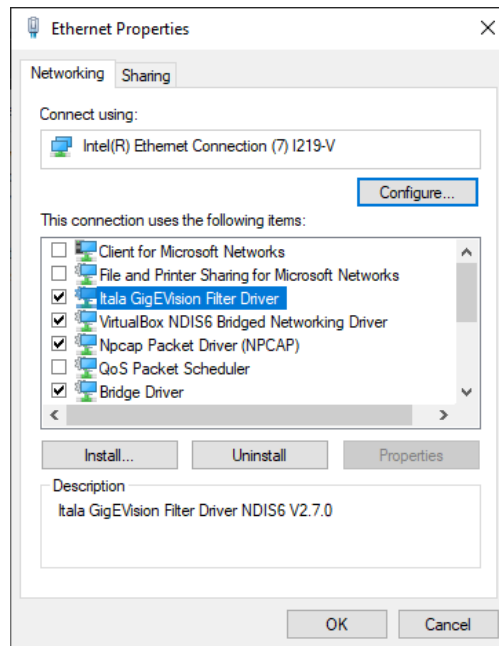

Figure 14: Filter driver installato correttamente.
fare clic con il pulsante destro del mouse sulla connessione Ethernet e selezionare *Properties*. Nella scheda *Networking* è possibile vedere la voce del filter driver con la casella di controllo selezionata, come mostrato in Fig.14.
4. Al termine dell'installazione, il filter driver apparirà nella finestra delle proprietà della NIC (Fig.14).